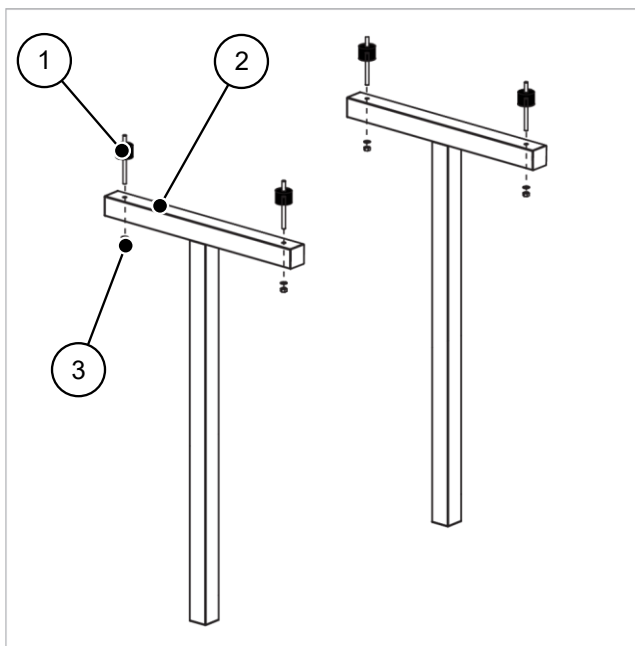

Abb. 20: Schwingungsdämpfer an Standkonsole montieren
- Die Schwingungsdämpfer mit den Gewindestangen entsprechend → Abb. 20 in die der Wärmepumpe entsprechenden Bohrungen der Standkonsole einführen und von unten mit Scheibe und Mutter sichern.